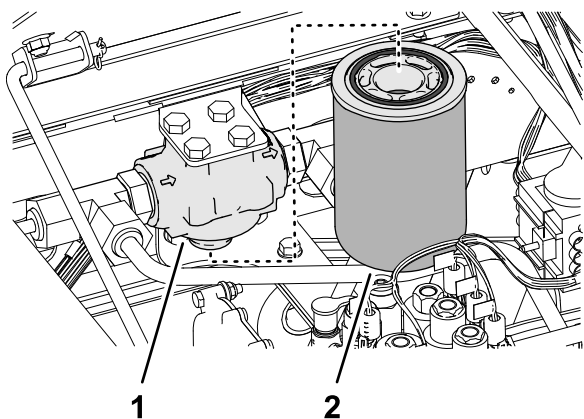

Bild 163
3. Reinigen Sie den Bereich um den Ladefilter und den Filterkopf (Bild 163).